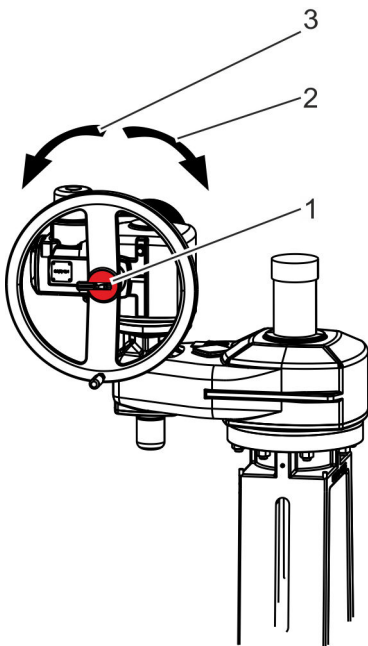

Abb. 17: Elektrischer Antrieb:
2. ➤ Handrad einkuppeln (Abb. 17/1).
- Drehen im Uhrzeigersinn (Abb. 17/2): Armatur schließen.
- Drehen gegen den Uhrzeigersinn (Abb. 17/3): Armatur öffnen.